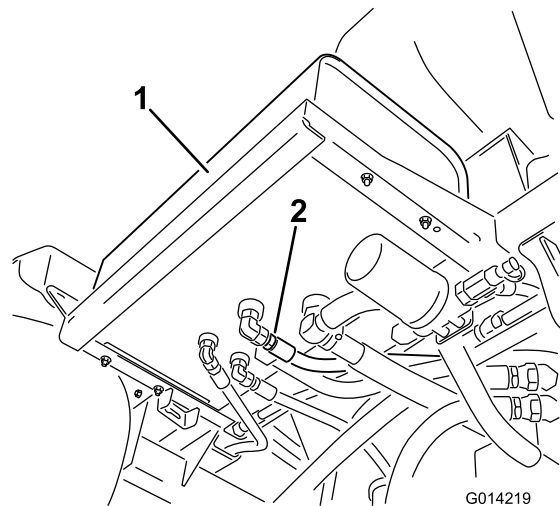

Bild 93
2. Reinigen Sie den Bereich um ein Hydraulikschlauch-Anschlussstück unten am Hydraulikölbehälter (Bild 93).
4. Nehmen Sie das Schlauch-Anschlussstück vom Behälter ab und lassen das Öl in die Wanne laufen (Bild 93).